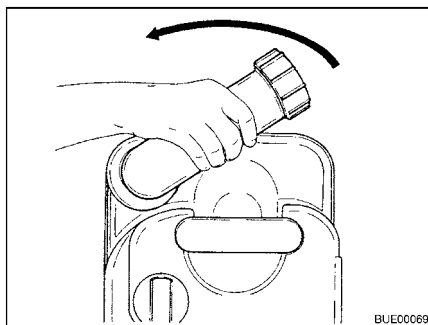

Fig. 270 Girar el tubo de vaciado
- Girar hacia arriba el tubo de vaciado (Fig. 270).